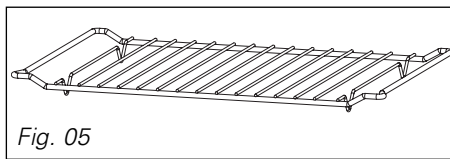

Fig. 05
• **La grille (Fig.05) :** permet de dorer ou de faire griller. La grille ne doit en aucun cas être utilisée avec d'autres récipients métalliques en position micro-ondes, gril + micro-ondes, ou cuisson par chaleur tournante + micro-ondes. Toutefois, vous pouvez réchauffer un aliment dans une barquette en aluminium en l'isolant de la grille à l'aide d'une assiette.